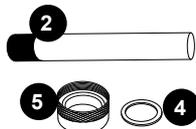

FIGURA 7
Verá que hay una arandela de compresión de acero inoxidable (4) que se desliza sobre el tubo de cuarzo. Guarde la arandela (4) para usarla después, Figura 7.
6. Ahora está listo para limpiar o reemplazar el tubo de cuarzo (2). Para limpiar el tubo de cuarzo (2), siga los pasos 7 y 8, y luego continúe con el paso 9. Para cambiar el tubo de cuarzo (2), omita los pasos 7 y 8 y continúe desde el paso 9.